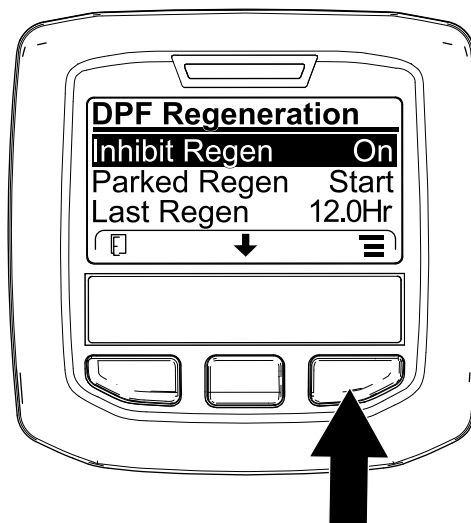
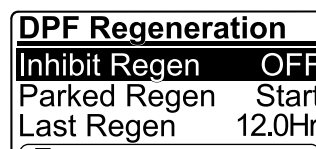

図 47
図 48
1. DPF Regeneration メニューで、中央ボタンを押して再生禁止 INHIBIT REGEN オプションに移動し、右ボタンで中に入る 図 47。
2. 右ボタンを使って、設定を ON から OFF 図 47 または OFF から ON に変える 図 48。